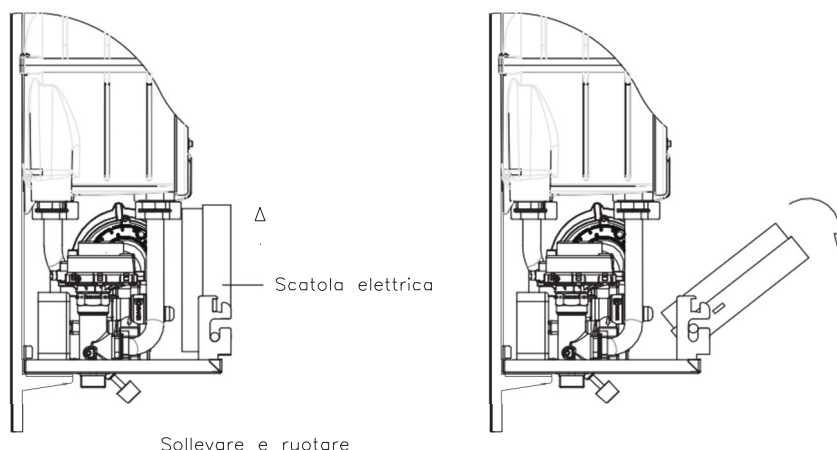

Fig.37
7.15 SOSTITUZIONE SCATOLA PANNELLO STRUMENTI (Fig. 37)
È possibile, per facilitare le operazioni di manutenzione sulla caldaia, sganciare la scatola del pannello strumenti come indicato nelle figure 37 e 38.